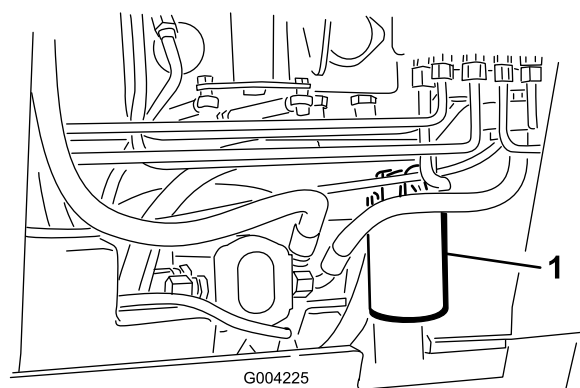

Рисунок 60
4. Поместите под крышку сливной поддон (Рисунок 60).
5. Снимите старый фильтр (Рисунок 60) и начисто протрите поверхность прокладки переходника фильтра.
7. Установите новый фильтр гидравлической системы в переходник фильтра (Рисунок 60). Поверните фильтр гидравлической системы по часовой стрелке так, чтобы резиновая прокладка соприкоснулась с переходником фильтра, после этого затяните фильтр, повернув его еще на 3/4 оборота.